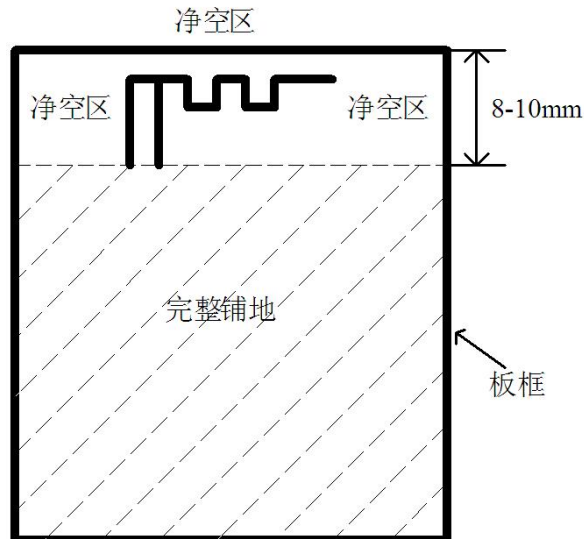

图 2
1. PCB layout 时，板框边缘留 8-10mm 左右的净空区域用于设计和摆放天线，尽量保证天线附近没有任何金属器件如：电池、金属插座、按键、布线等，如图 2 所示，天线附近需要做净空处理。另外，天线下方的铺地是 RF 天线的辐射回路，必须保证完整的铺地平面。